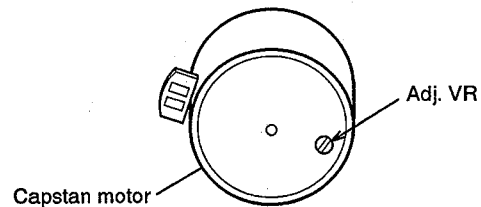

Fig. 3-2
3. Adjust the variable resistor (Fig. 3-2) to get the adjustment value of 3,000Hz to 3,010Hz.
3. 周波数値が3,000~3,010HzとなるようにFig. 3-2に示すVRを調整する。(V-6030Sのみ)